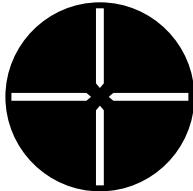
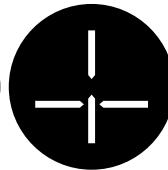

图 50
图 51-b
(2) 偏振镜方式
a、转动辅助镜片旋钮 ⑫ 到 P，投射偏振画面。(图 50)
b、除非被测者有斜视，看到的四条线将如图 50 所示。如被测者有斜视，看到的四条线将不会对中。
c、当看到的垂直线分布如图 51-a 所示时，将左眼的旋转棱镜 ⑫ 转动为 0 位向上。慢慢地转动棱镜旋转钮 ⑪，使图像如图 50 所示(水平斜视)。
d、当看到的水平线分布如图 51-b 所示时，调节 0 至水平位，然后转动棱镜旋转钮 ⑪ 使后图像如图 50 所示(垂直斜位)。